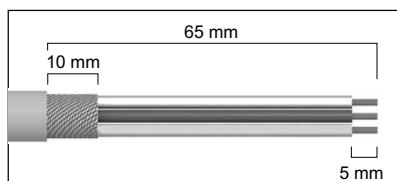

Fig. 3 Préparation des câbles Modbus
2. Préparer le(s) câble(s) Modbus comme indiqué à la fig. 3.